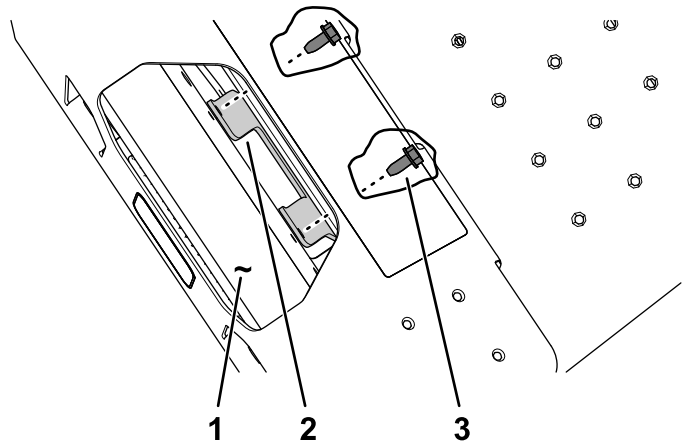

Bild 3
3. Wenn Sie eine Maschine mit einer **Standardplattform haben**, montieren Sie die vordere Lampenhalterung mit den zwei Gewindeschrauben (5/16" x 3/4"), die dem Kit beiliegen, am Vorderachsenrohr (**Bild 3**).